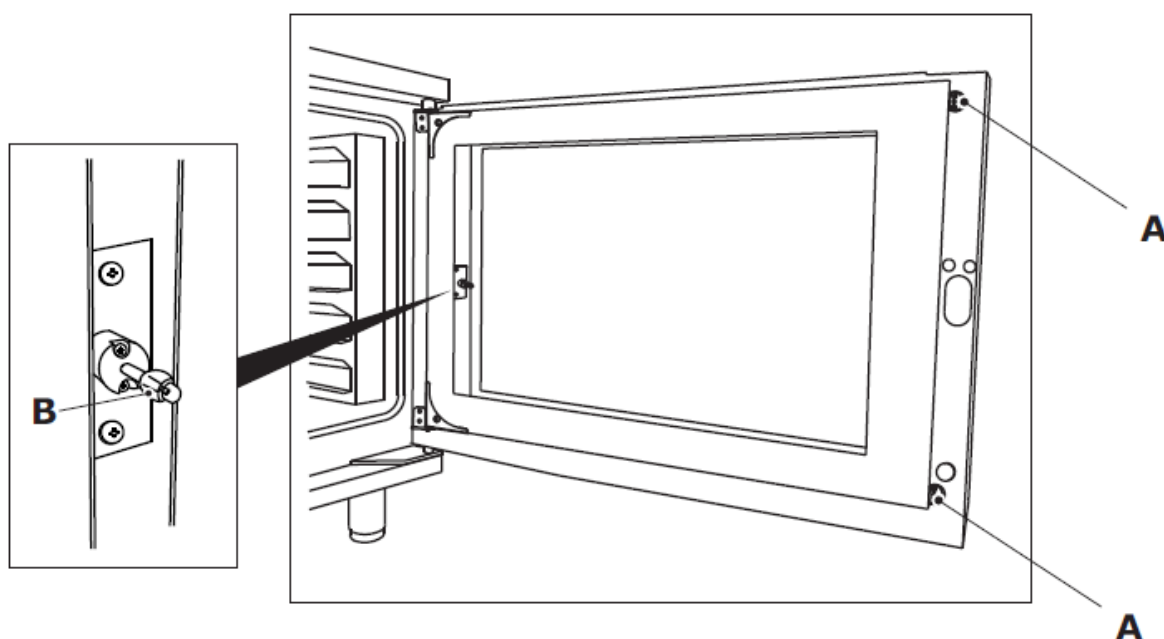

Рисунок 10.
- Откройте дверь камеры (рисунок 10);